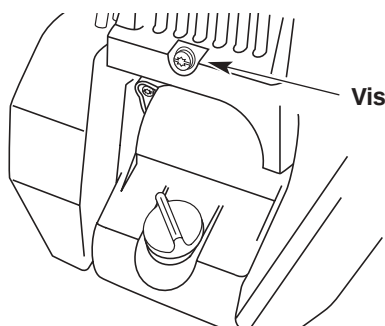

Fig. 52
3. Enlevez la vis derrière le couvercle du moteur (Fig. 52).